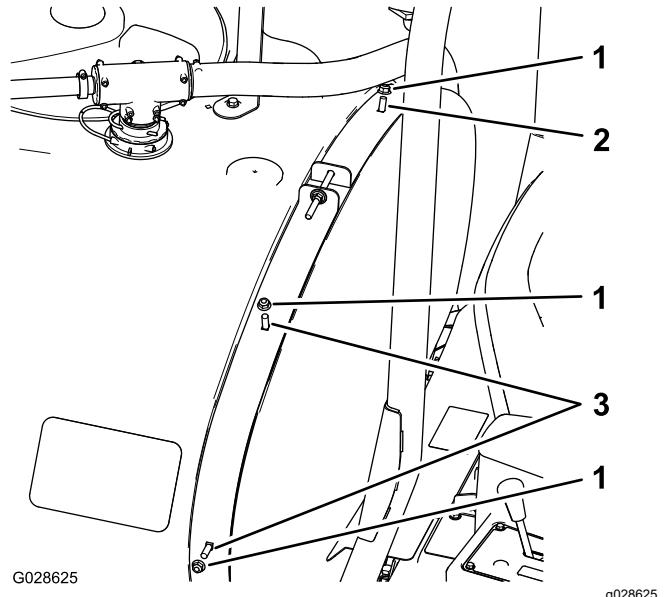

**Figura 5**
2. Rimuovete e conservate il bullone (3/8 x 5 poll.), le rondelle e il dado di bloccaggio flangiato che tengono unite le fasce di fissaggio del serbatoio anteriori sulla parte superiore del serbatoio (Figura 5).